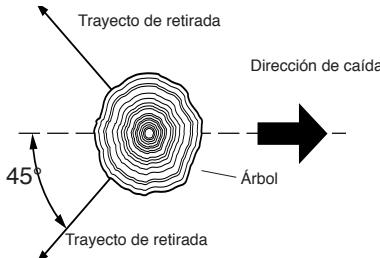

Figura 11 - Trayecto de retirada de un árbol
3. Planee y despeje un trayecto de retirada para el momento de la caída. Éste debe ser en sentido contrario al de la caída del árbol y a un ángulo de 45° (vea la Figura 11).
La preparación correcta de una muesca determinará la dirección en que caerá el árbol. Corte la muesca del lado del árbol correspondiente a la dirección en la cual desea que éste caiga (vea la Figura 11). Siga las instrucciones a continuación para cortar la muesca.
ADVERTENCIA: No atraviese el árbol completamente. Deje alrededor de cinco centímetros de diámetro sin cortar, directamente detrás de la muesca (vea la Figura 11). Esta porción sin cortar funciona a manera de bisagra. La bisagra ayuda a evitar que el árbol se tuerza y caiga en la dirección equivocada.